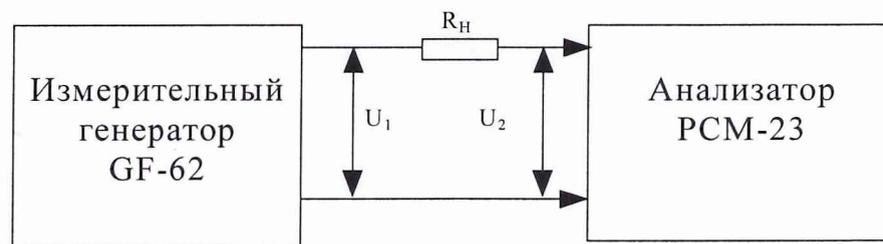

Рис.8.15.
8.3.15.1. Определение входного сопротивления приемника производится с помощью $R_H = 600$ Ом и измерительный генератор GF-62 методом прямых измерений (рис.8.15).